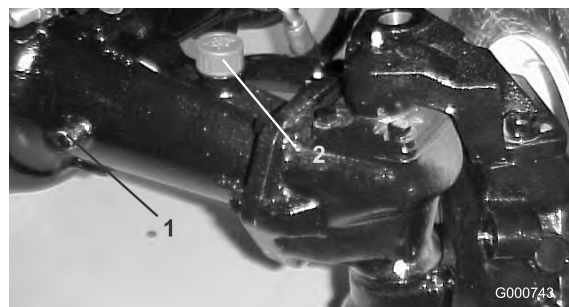

Bild 67
2. Nehmen Sie eine Prüfschraube (Bild 67) von einem Achsenende ab und vergewissern Sie sich, dass das Schmiermittel bis zur Unterkante des Lochs steht. Entfernen Sie bei niedrigem Ölstand die Füllschraube (Bild 67) und füllen genug Öl